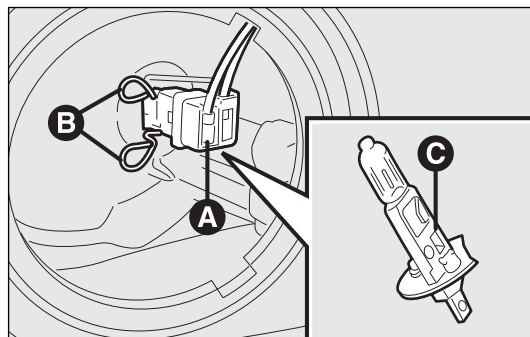

fig. 188
- ☐ desconectar el conector eléctrico A-fig. 188;